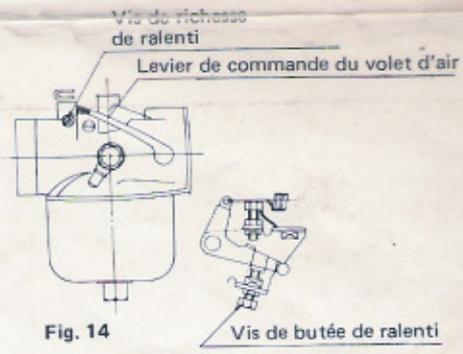

Fig. 14
##### (4) Réglage du carburateur (fig. 14)